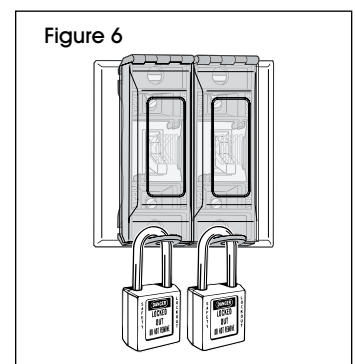

Figure 6
- Placez l'interrupteur en position « off » ou « on ». Fermez le couvercle. Posez le cadenas de sécurité. (Voir Figure 6)